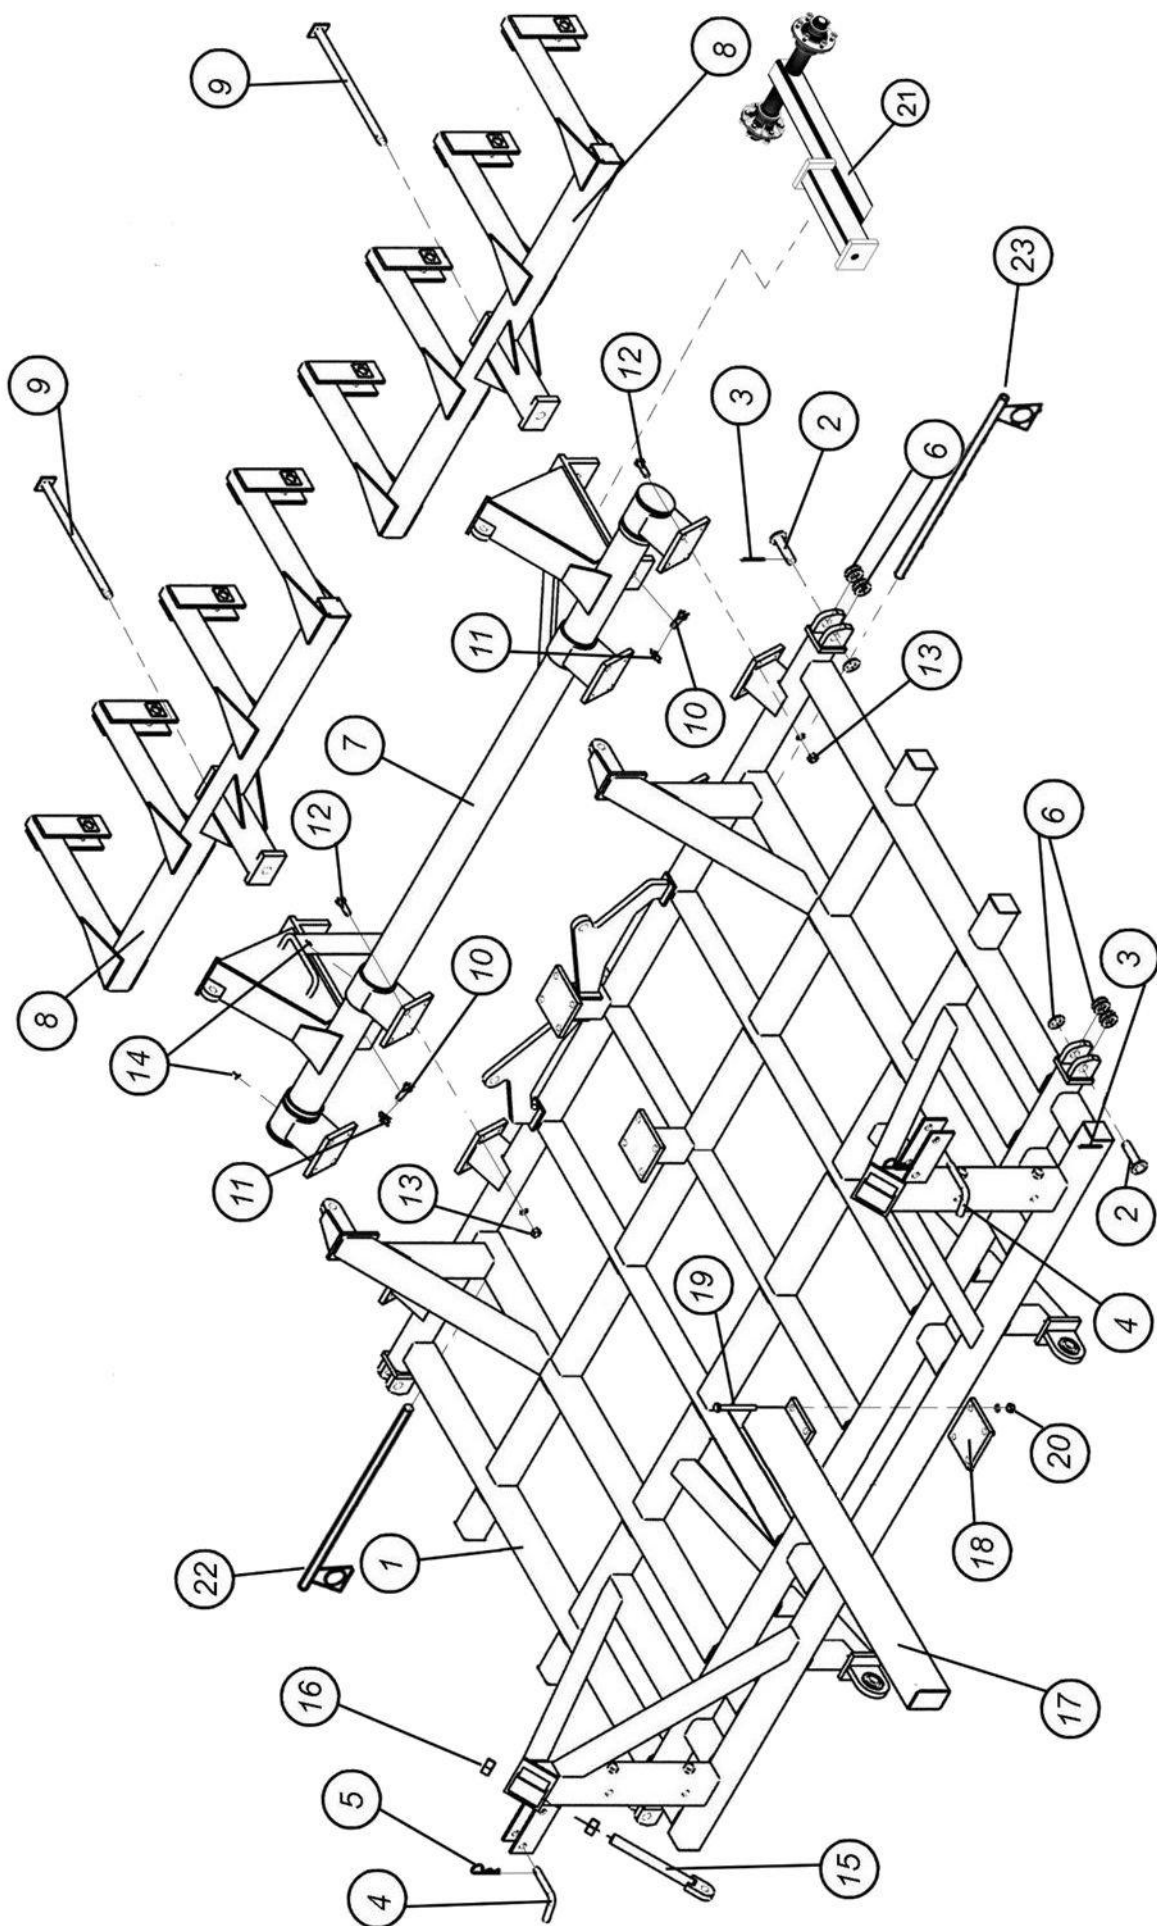

Рис. 7.1.1. Главная рама с поворотным валом и подвеской прикатывающих колес
7.1.1.1. Главная рама, вставки, поворотный вал, катки для ПК с катками (рис. 7.1.1.1)